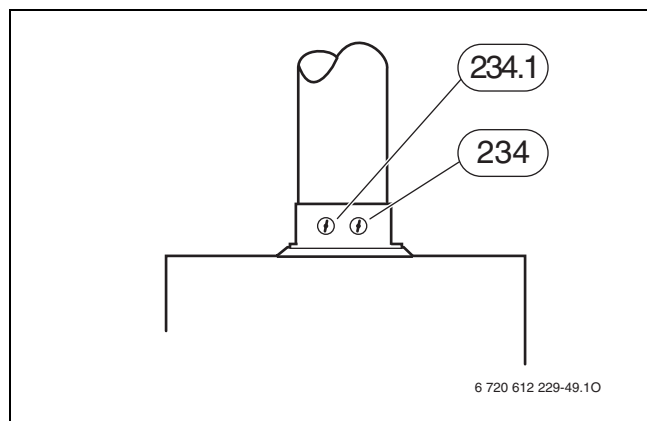

Fig. 54
- ▶ Rimuovere il tappo dei gas combusti presso la presa di analisi combustione (Fig. 54, pos. 234).
- ▶ Rimuovere il tappo dell'aria comburente presso la presa di analisi combustione (Fig. 54, pos. 234/1).